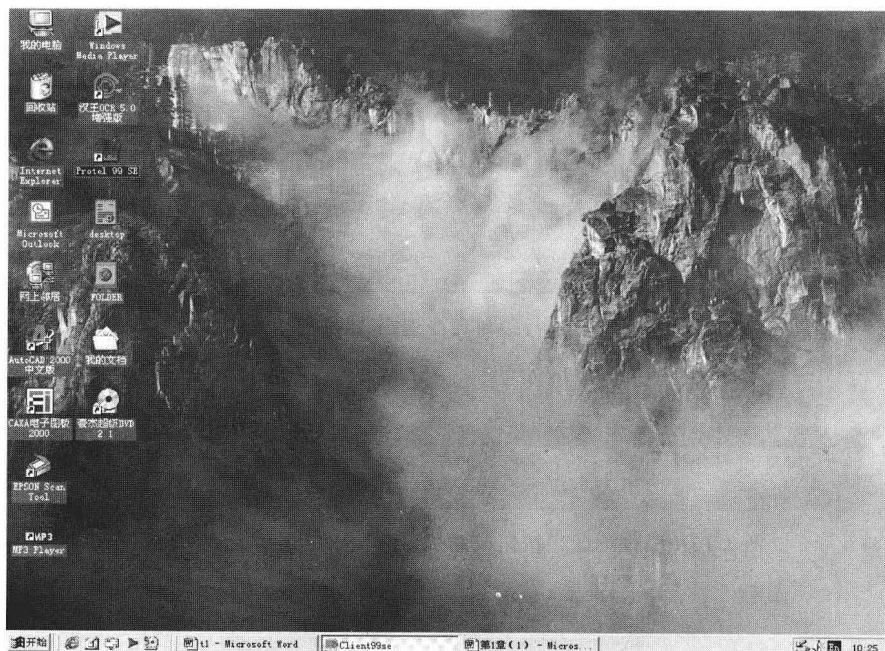

图 1-13 双击桌面的“Protel 99 SE”图标启动
- 直接在桌面上双击 Protel 99 SE 图标,如图 1-13 所示。